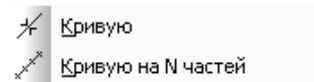

Рис. 2.5. Всплывающее меню пункта **Разбить** выпадающего меню пункта **Редактор** главного меню
- **Разбить** вызывает всплывающее меню, показанное на рис. 2.5.